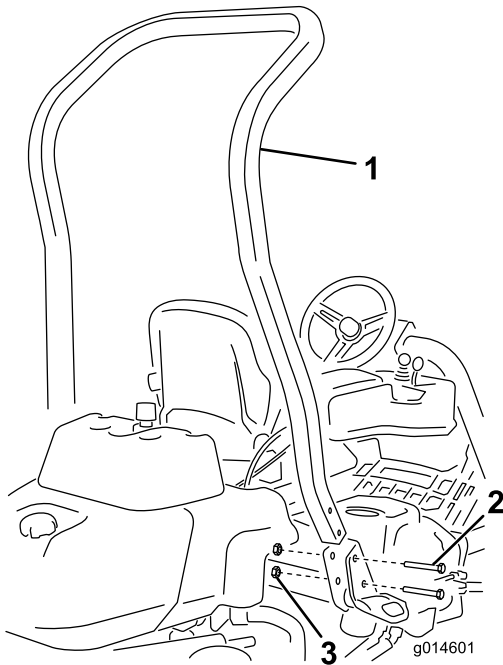

图3
3. 如图3所示，使用4个螺栓 (1/2 x 3/4 英寸) 和4个凸缘螺母 (1/2 英寸) 将翻车保护杆安装到机器两侧的卡槽中。